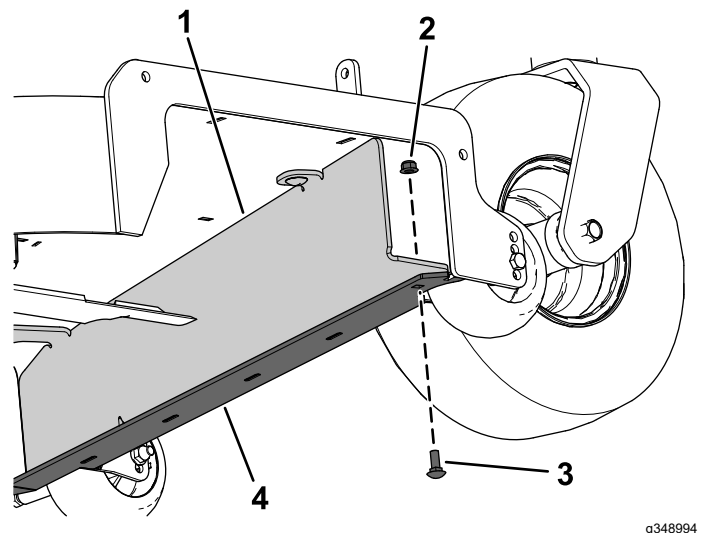

Bild 5
- Montieren Sie das Fangkorb-Ablenkblech mit zwei Schlosssschrauben ($\frac{3}{8}$ " x $\frac{7}{8}$ "), zwei Sicherungsmuttern ($\frac{3}{8}$ "), einer Schlosssschraube ($\frac{5}{16}$ " x $\frac{7}{8}$ ") und einer Sicherungsmutter ($\frac{5}{16}$ ") am Mähwerk und am Mähwerkstoßfänger, wie unter **Bild 4** und **Bild 5** dargestellt.